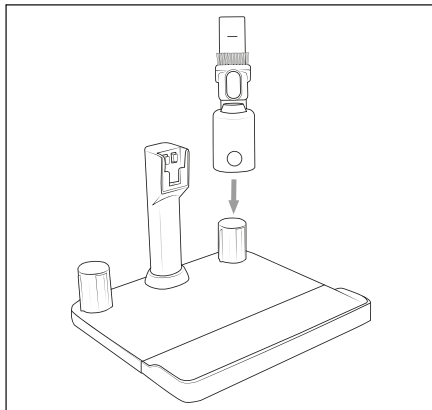

Abb. 13
- ◆ Drücken Sie nach dem Gebrauch den Ein-/Ausschalter (1) (30), um das Gerät auszuschalten. Das Anzeigepanel (27) erlischt.
- ◆ Entfernen Sie gegebenenfalls die 2-in-1-Kombibürste (13) vom Gerät und stecken Sie diese zur Aufbewahrung auf die Zubehörhalterung (16) (siehe Abbildung 13).